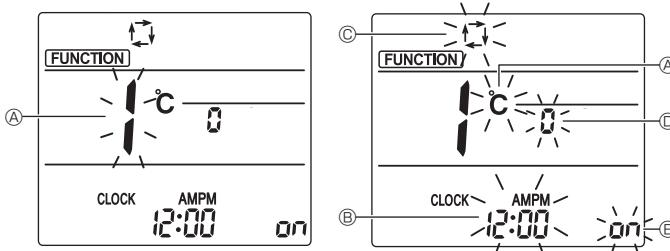

Fig. 5-11
Se visualizará la pantalla de configuración de la visualización de Pantalla. (Fig. 5-11)
5.10.2. Cambiar la unidad de temperatura (Fig. 5-11 Ⓐ)
5.10.3. Cambiar la visualización de la hora (Fig. 5-11 Ⓑ)
5.10.4. Cambiar el modo AUTO (Fig. 5-11 Ⓒ)
5.10.5. Cambiar el N.º de par (Fig. 5-11 Ⓓ)